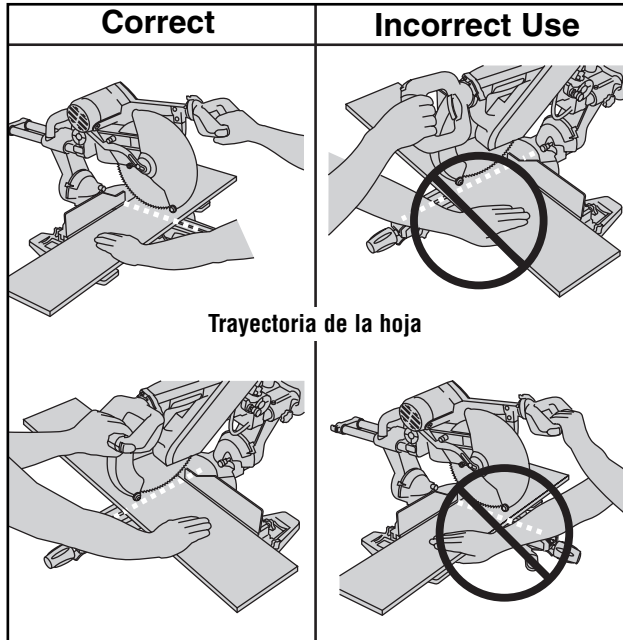

Figura 17. Posiciones de las manos
**ADVERTENCIA** Posicione el cuerpo y las manos de modo adecuado para hacer que las operaciones de corte sean más fáciles y seguras. Siga las instrucciones siguientes (Figura 17).